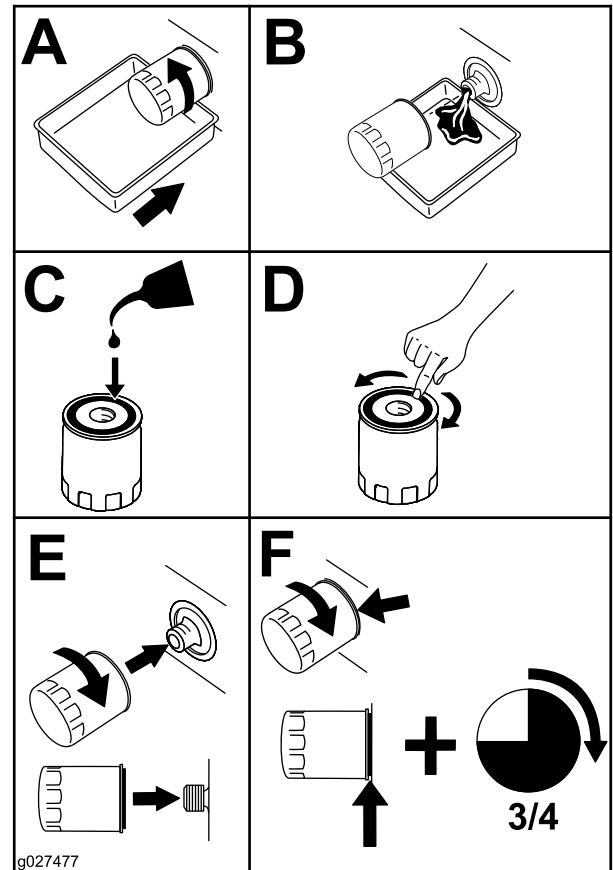

Figura 24
6. Cambie el filtro de aceite del motor como se muestra en Figura 24.